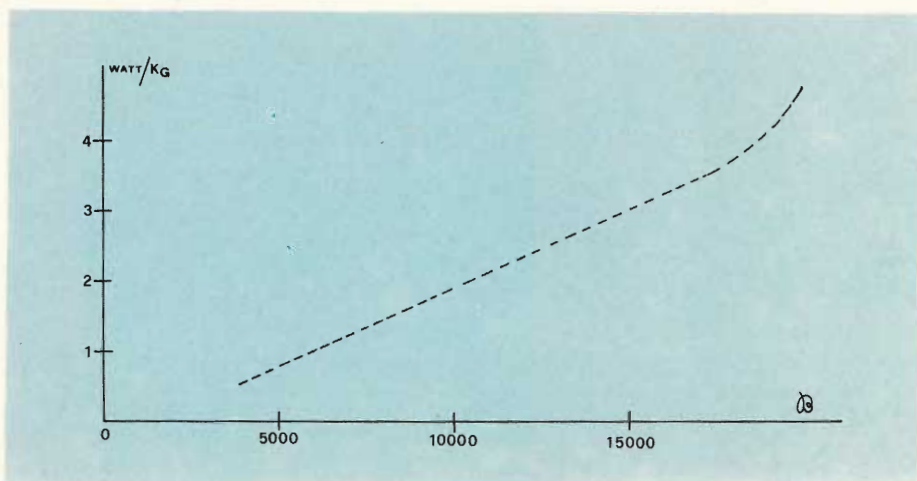

Fig. 2 - Grafico relativo all'induzione magnetica nei confronti della frequenza di rete.
3) Perdite nel ferro in watt/kg in funzione dell'induzione "B"; generalmente queste perdite si intendono valutate alla frequenza di 50 periodi; le curve si ricavano sperimentalmente e dipendono dalla qualità del ferro e da altri fattori; poiché il tracciarle è operazione troppo complessa, si può ritenere valida quella data in Fig. 2, per impiego di malierini al silicio, come sono appunto quelli di solito usati nella costruzione dei piccoli trasformatori, e per spessori normali; essa dice che per $\beta = 1000$ si può ritenere di circa 2 watt/kg.
Nelle considerazioni che seguono riteniamo questo valore costante per i nuclei dei trasformatori, mentre per quelli delle resistenze induttive, nelle quali "B" ha valori generalmente più alti, si dovrà ricorrere alla Fig. 2 i cui valori si riferiscono a una frequenza di 50 periodi. Se si devono costruire un certo numero di trasformatori, sarà bene montare dapprima un nucleo sperimentale, circondato da un opportuno avvolgimento, per rilevarne le curve magnetiche, secondo il sistema che esponiamo.